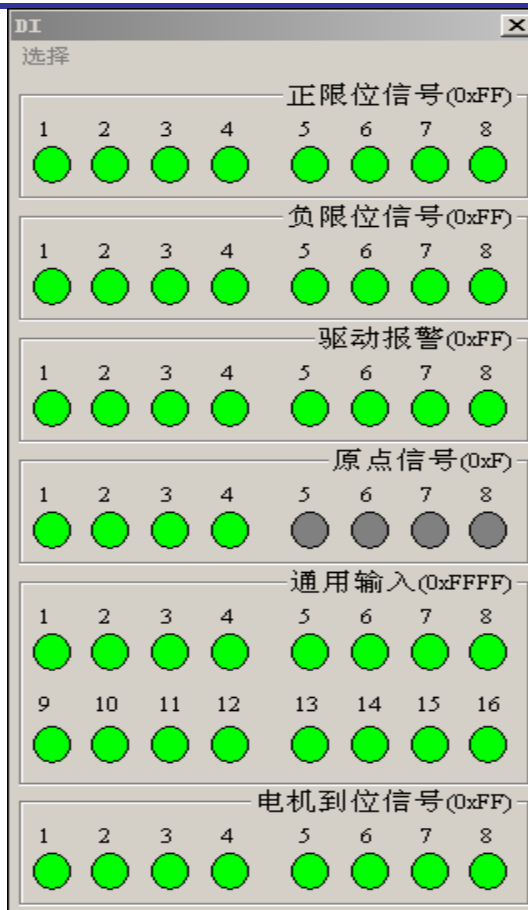

图 4-17 数字量输入对话框
- (1) 在 MCT2008 软件主界面选择点击菜单“视图”->“数字量输入”，将会弹出数字量输入 DI 模块对话框，如图 4-17 所示；